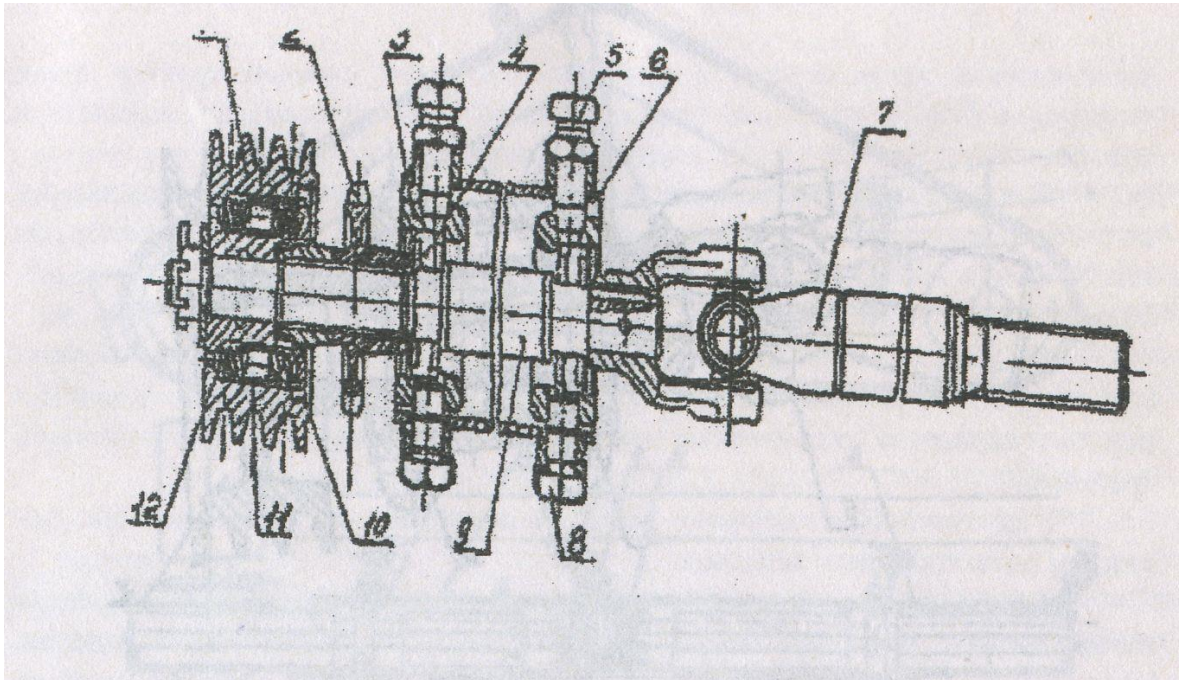

Рис. 17. Промежуточная передача
4.4.3. Промежуточная передача (рис. 17) представляет собой вал 9, на заднем конце которого установлен ведущий шкив 1 клиноременной передачи на задний режущий аппарат.
Вал 9 (см. рис. 17) опирается на 2 шарикоподшипника 4 с защитными шайбами, установленные в регулируемые корпуса 3, которые вместе с валом помещены внутрь трубы 6.